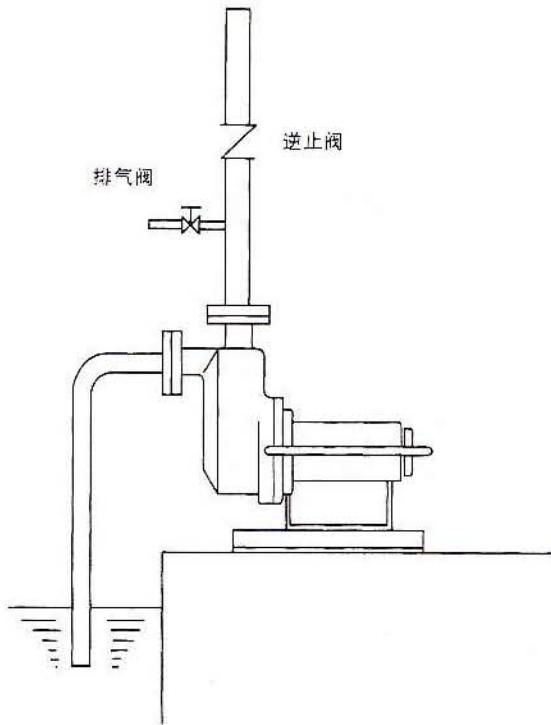

图 13
g. 在排出侧的管路(如图 13 所示)上装有止回阀时,在实际扬程较高时,会产生自吸困难,故需设有排气管路。